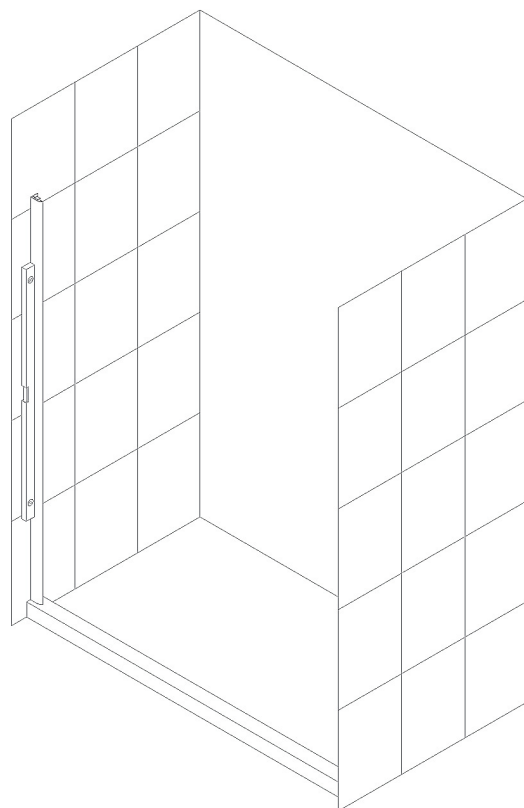

рис. 1
1. Поместите **пристенный профиль (внешний) (01а)** к стене выше душевого поддона или ванны, закрепите вертикально. См. рис. 1.